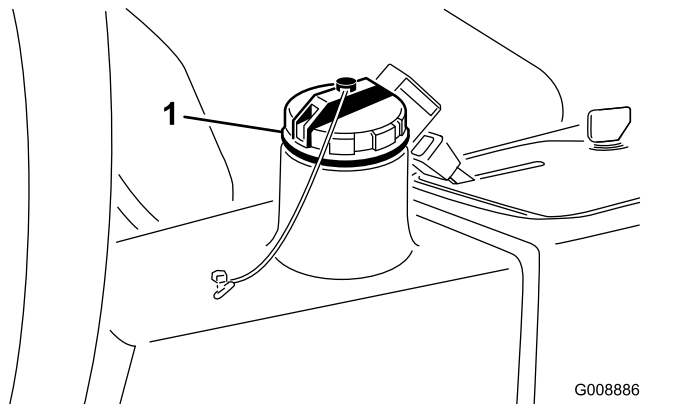

図 76
2. 油圧オイルタンクの注油口周辺をきれいに拭き、キャップ 図 76を外す。